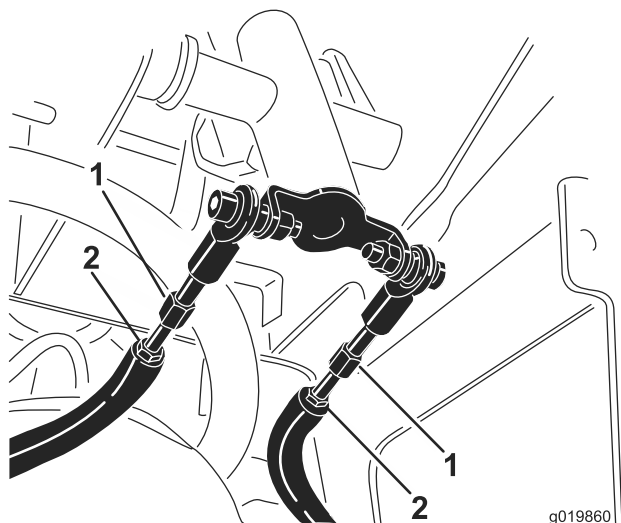

図 56
- D. 走行ロッドコントロールパネル下のジャムナットをゆるめる 図 56。